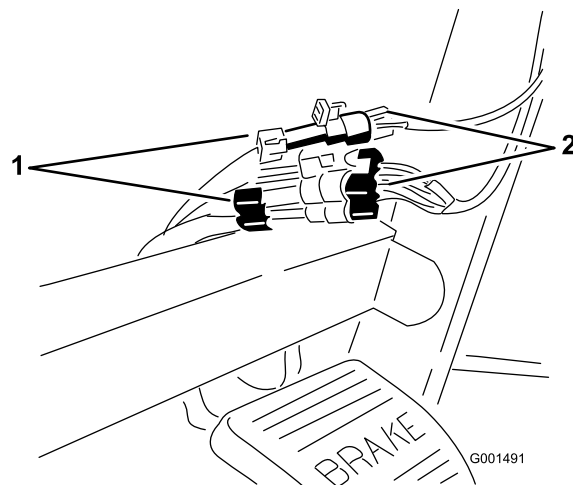

Figura 7
- Collegate i connettori di Spray Pro ai connettori situati sotto la plancia (Figura 7).